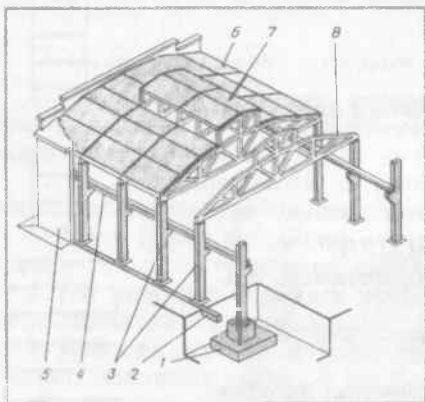

Рис. 7. Конструкційні елементи каркасної будівлі:
1. Будівля або споруда у плані поділяється лініями на ряд елементів (рис. 7,8).